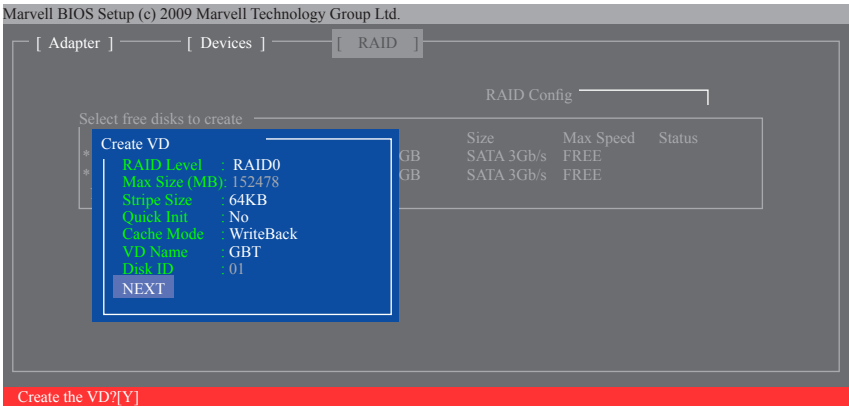

Figure 7
6. **NEXT** : Lorsque vous avez fini les réglages ci-dessus, allez sur **NEXT** et appuyez sur <Enter> pour commencer à créer la matrice. Lorsqu'on vous demande de confirmer, appuyez sur <Y> pour confirmer ou sur <N> pour annuler (Figure 7).